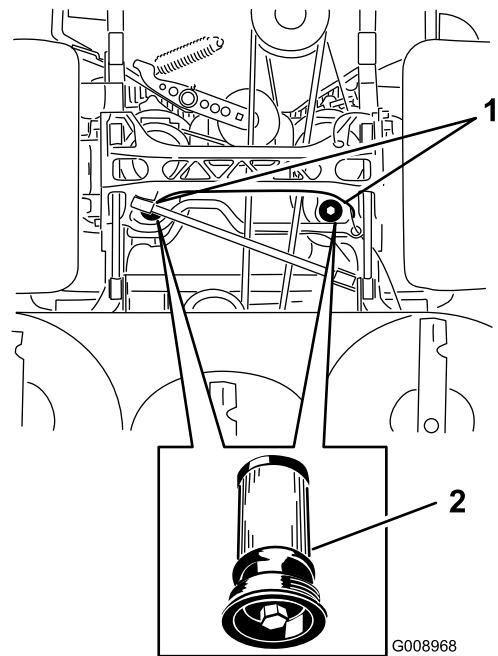

Figure 85
5. Placez un bac de vidange sous le filtre, retirez le filtre usagé et essuyez la surface (Figure 85).
6. Appliquez une fine couche d'huile hydraulique sur le joint en caoutchouc du filtre de rechange (Figure 85).